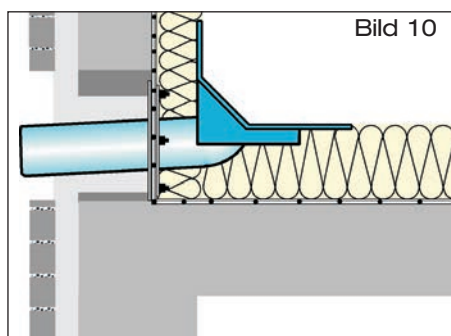

Bild 10
- 2.2 Ablaufrohre des Dachablaufs entsprechend der baulichen Gegebenheiten ablängen. Dichtelemente innen und Ablaufrohre des Attikaablaufs außen hinreichend mit LORO-X Gleitmittel versehen. Ablaufrohre des Dachablaufs in den Schiebeflansch bis in seine Einbauposition einführen (Bild 10). Entstandene Hohlräume in der Wärmedämmung schließen. Ablaufrohre im Wandbereich mit ausreichender Wärmedämmung versehen und Dachablauf fixieren.